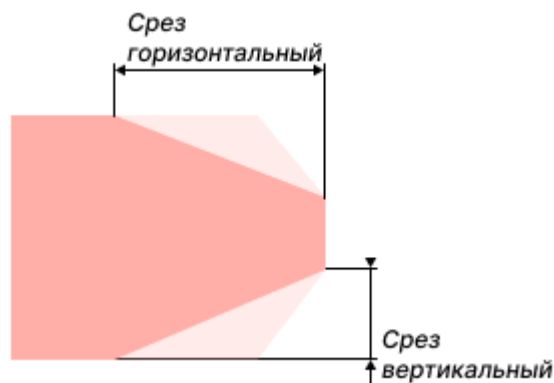

Рис. 162 Горизантальный и вертикальный
- Срез горизонтальный – значение может быть задано в диапазоне 0 – 99 мм с шагом 0,1 мм. Значение горизонтального среза не может быть больше, чем значение ширины апертуры (Горизонтальный срез < Ширина), см. Рис. 162.